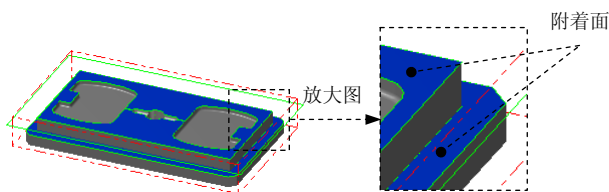

图 20.13 定义附着面
Step1. 绘制边界。选择 **C 绘图** → **V 曲面曲线** → **A 所有曲线边界** 命令，选取图 20.13 所示的面为附着曲面，然后在“标准选择”工具栏中单击  按钮，再单击  按钮完成边界的创建。